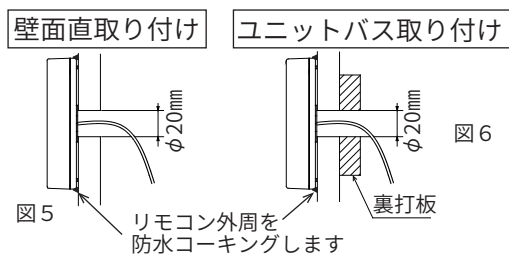

図6
- ・ユニットバスの場合は、φ5mmの穴をあけ、リモコンが取り付くユニットバス外壁面に裏打板を取り付けます。（図6）